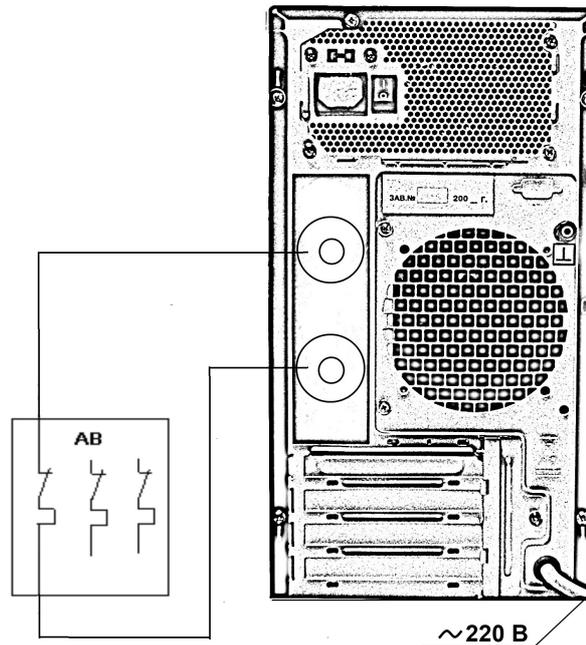

Рис.5. Схема подключения комплекта для проверки автоматических выключателей
**ВНИМАНИЕ:** Питание комплекта должно осуществляться от сети 220В с силой тока нагрузки 20А (рис. 5)
После подключения комплекта к сети 220В согласно рис.5 включается автоматический выключатель защиты и клавиша включения управления. После появления индикации приступить к испытаниям.